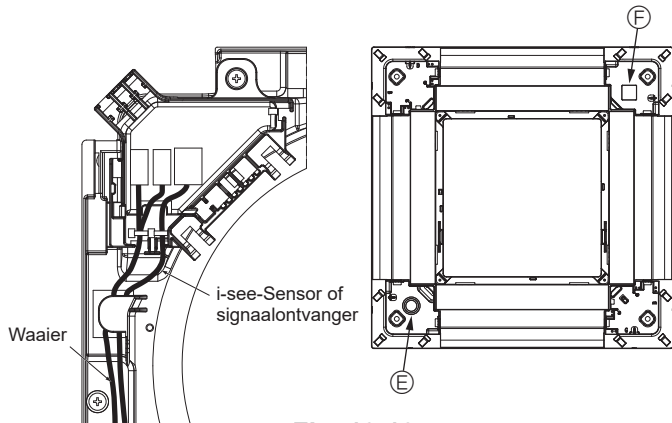

Fig. 10-13
- Leid de i-see-Sensor en signaalontvanger zoals aangegeven in Fig. 10-13.